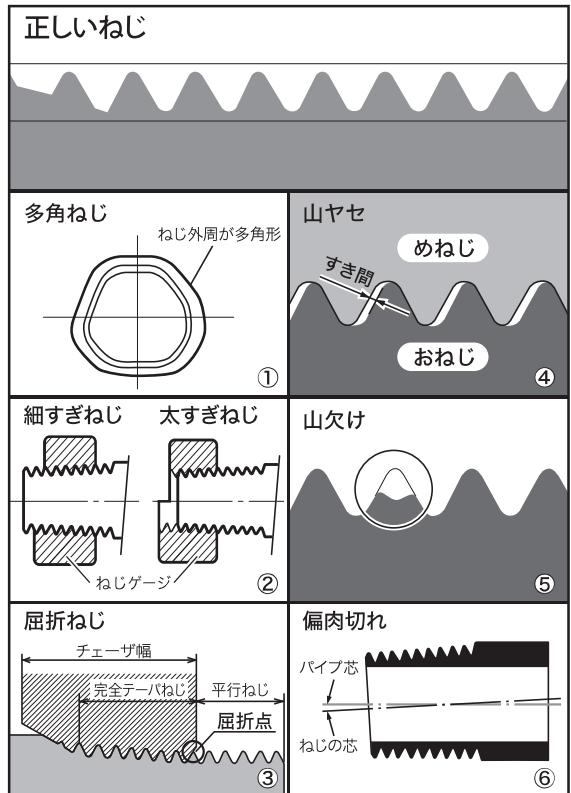

図46
●悪いねじについて (図46)
①多角ねじ (図46-①)
②ねじ径の細すぎ、太すぎ (図46-②)
③屈折ねじ(手動切上ダイヘッドの場合) (図46-③)
④切られたねじの山ヤセ (図46-④)
⑤切られたねじの山欠け (図46-⑤)
⑥パイプに対してのねじの偏肉切れ (図46-⑥)